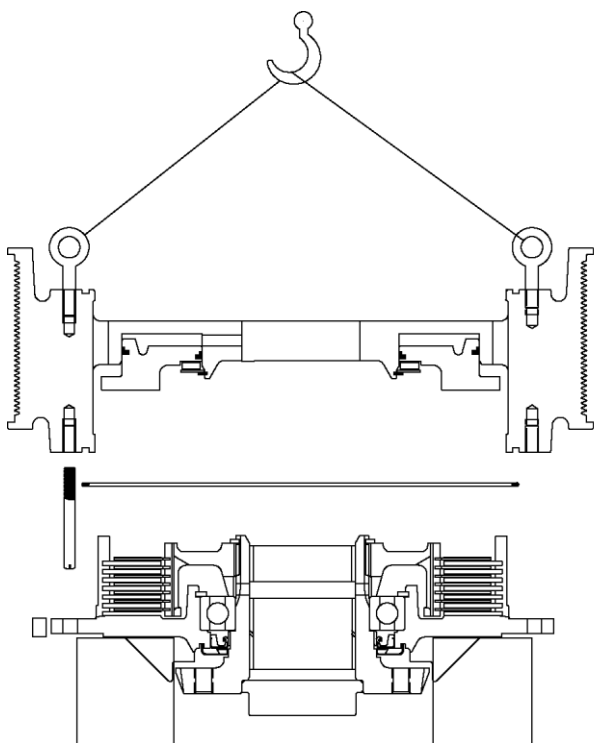

FIGURA 7-71.
32. Gire el conjunto del adaptador de polea e instale dos argollas de elevación a una separación de 180 grados. Instale un perno guía en un orificio del perno de la polea. Consulte la Figura 7-71.